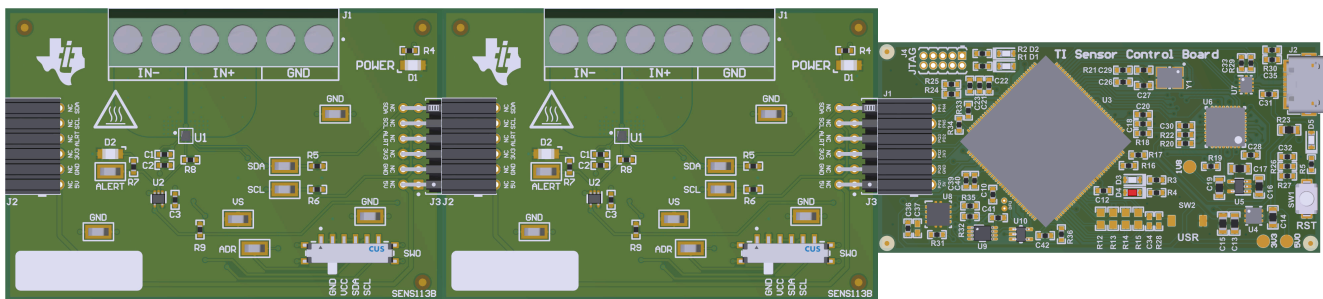

图 2-2. 多个 EVM 连接到 SCB 控制器
- a. 连接相同类型的多个 EVM 时，请参阅图 2-2。
如果使用多个 EVM，如图 2-2 所示进行连接。确保对每个器件使用不同的地址。GUI 一次仅支持一个 EVM 和器件类型；总共最多四个 EVM。